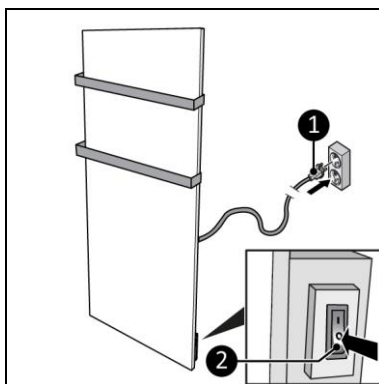

Figura 11
2. Asigurați-vă că comutatorul PORNIT / OPRIT (ON/OFF) este în poziția OPRIT(OFF) (Figura 11, poziția 2).
3. Introduceți șteccherul (Figura 11, poziția 1) într-o priză cu împământare ușor accesibilă. Utilizați o priză cu împământare cu o putere minimă de 800 Watt.
1. Asigurați-vă că comutatorul PORNIT / OPRIT (ON/OFF) este în poziția OPRIT(OFF) (Figura 11, poz. 2).
2. Scoateți ștecărul din priză (Figura 11).